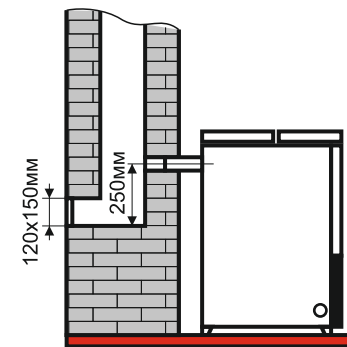

Рисунок 6. Схема соединения котла с кирпичной дымовой трубой
6.6. Соединение котла с дымовой трубой осуществляется с помощью дымохода (см. рис. 6; 7) и при необходимости, переходника, изготовленного из жаропрочной стали. Сечение переходника не должно быть меньше выходного сечения дымохода котла. Переходник должен плотно обхватывать поверхность дымохода. Переходник и трубы стальной дымохода должны быть составлены и надеты так, чтобы избежать соскальзывания. **Соединение дымохода котла с переходником и переходника с дымовой трубой должно быть только РАЗЪЕМНЫМ и ГЕРМЕТИЧНЫМ.**